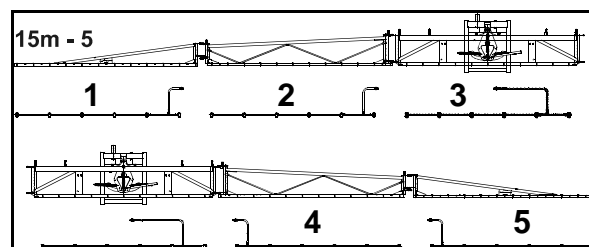

Fig. 65
**Remarque!** La numérotation du tronçon pour la conduite de pulvérisation se fait de l'extérieur gauche vers l'extérieur droit, vu dans le sens de l'avancement. Voir Fig. 65.